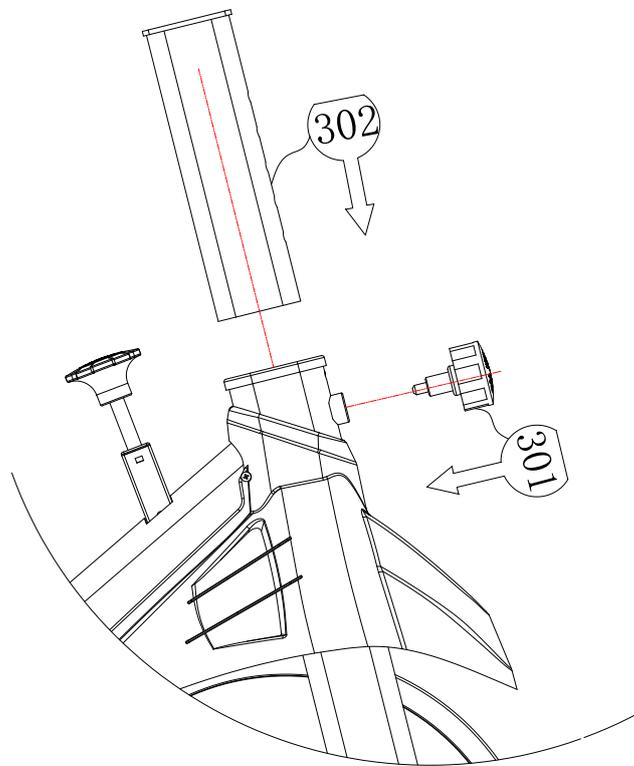

Abbildung.3
- Wie in Schritt 301 der Abbildung 3 nachstehend angezeigt, nehmen Sie den „Federringel“ und schrauben Sie ihn in der in der Abbildung nachstehend angezeigten Richtung in den Hauptrahmen ein.
Wie in Schritt 302 der Abbildung 3 dargestellt, wird das verstellbare Griffrohr in den Hauptrahmen eingeführt, und der „Federringel“ wird nach dem Herausziehen automatisch in die Lochposition gezogen.